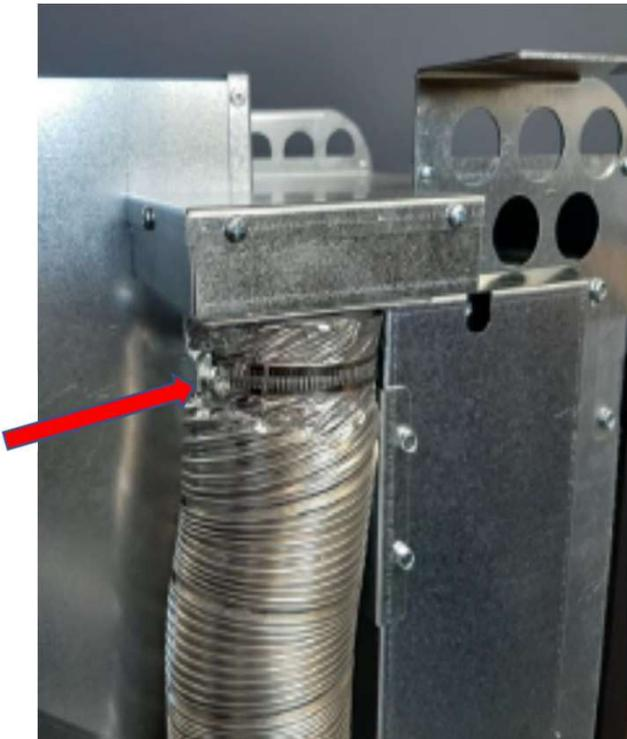
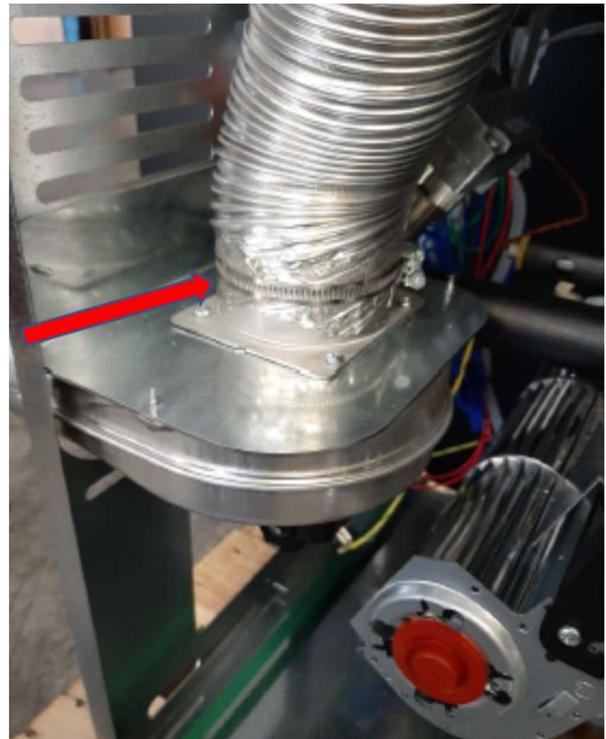
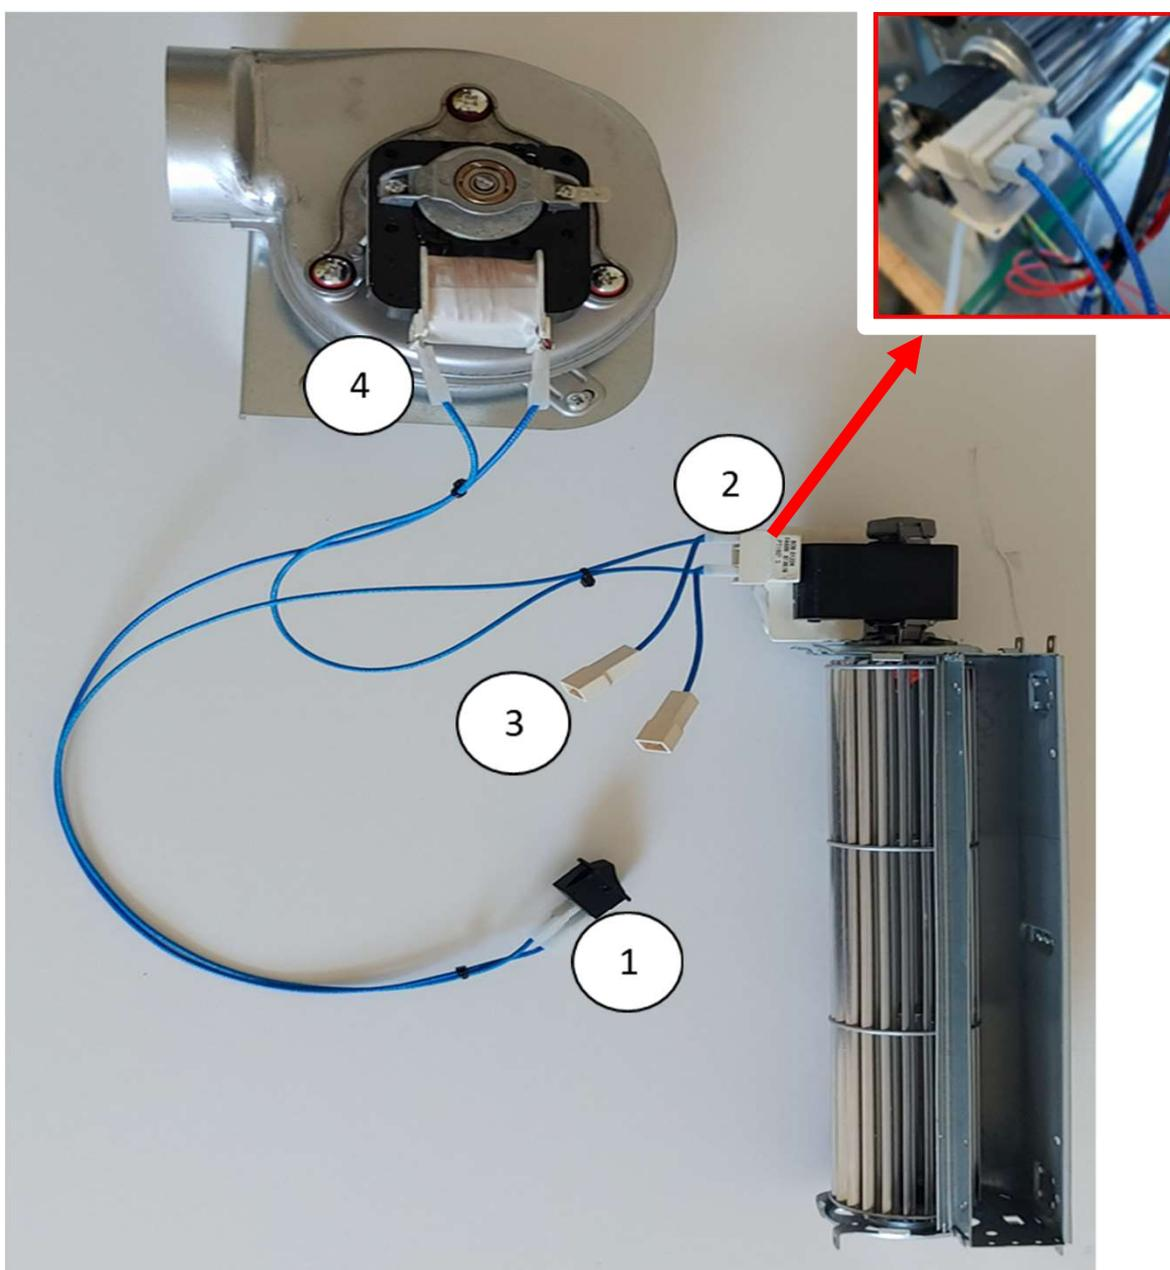

Fig. 04
Fig. 05
Fig. 06
b. Positionner les deux extrémités du tube en aluminium ondulé, en insérant la première extrémité dans le raccord de la boîte de l'échangeur (fig. 04) et la deuxième extrémité dans le raccord du ventilateur (fig. 05) ;
1. Coja el interruptor e introdúzcalo en el orificio rectangular de la carcasa de la parte trasera de la estufa, tal y como se muestra en la Fig. 06. Conecte los dos cables (ver etiqueta 1) al interruptor Fig. 05 (página anterior) ;
2. Desconecte las conexiones eléctricas originales (véase la etiqueta 2) del ventilador tangencial, tal como se muestra en el recuadro indicado por la flecha en la Fig. 05 (página anterior);
4. A continuación, conecte los dos cables de conexión eléctrica previamente desconectados del ventilador (véase el punto 2.), a los dos Faston hembra restantes (véase el círculo rojo en la fig. 08 y la marca 3 en la fig. 05);
5. Conecte los dos últimos fastons macho al ventilador centrífugo suministrado con el kit de canalización, tal como se muestra en la Fig. 09 (véase también la etiqueta 4 de la Fig. 05);